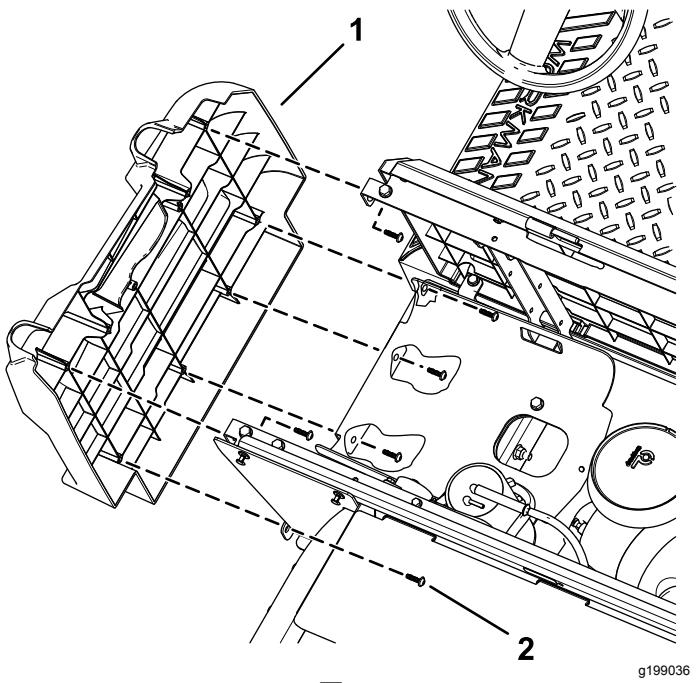

図 9
4. T30 ソケットレンチを使って、左側パネルから Torx ヘッドねじM6.0 x 22mm 6本を外してサイドパネルを外す図 9。